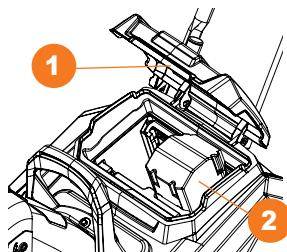

Рис. 9
- Откройте крышку ① отсека для аккумуляторов (Рис. 9).
- Установите аккумуляторы ②. Убедитесь в правильном расположении аккумуляторов и соединении контактов (Рис. 9).
- Закройте крышку ① отсека аккумуляторов (Рис. 9).